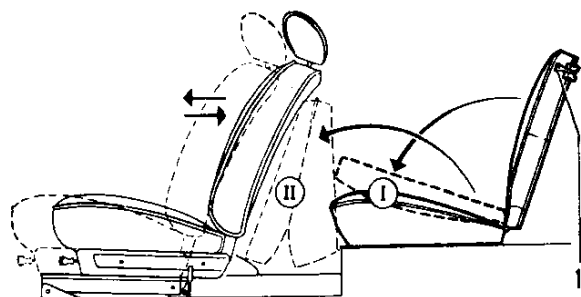

Fig. 15. Sedile posteriore:
- liberare i due tiranti posteriori 1 (fig. 15) dai rispettivi agganci e mettere lo schienale in posizione I;